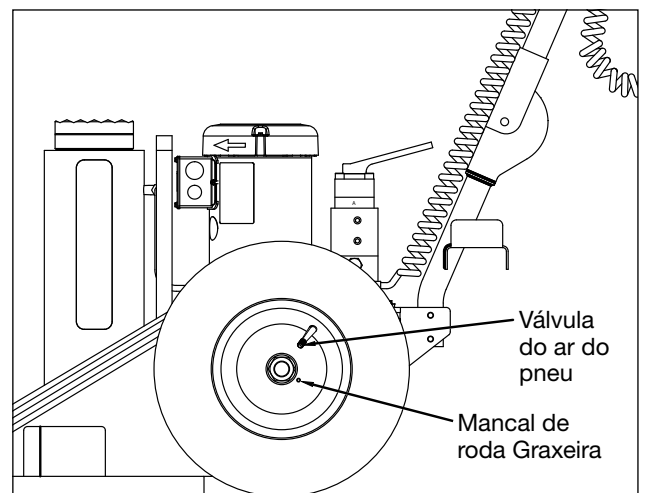

Figura 8, Manutenção da roda e do pneu
6.3 Rodas e Pneus (Veja a Figura 8)